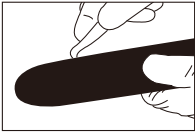

Bild. 24
**KETTE SCHÄRFEN** - Die Teilung der Kette (Abb. 24) beträgt 3/8 Zoll LoPro x 0,050 Zoll. Schärfen Sie die Kette mit Schutzhandschuhen und einer runden Feile,  $\varnothing 4,8$  mm.
Reinigen Sie die Schienenrinne und das Ölungsloch stets mit dem optional mitgelieferten Reiniger für Schienenrillen (Bild.24).